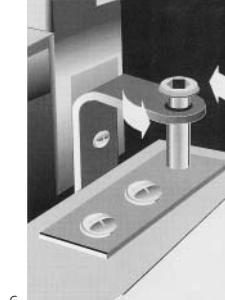

Abb. 6.
- Entfernen Sie die Bolzen vom oberen Scharnierhalter und drücken Sie die Feder nach hinten (Abb. 6).